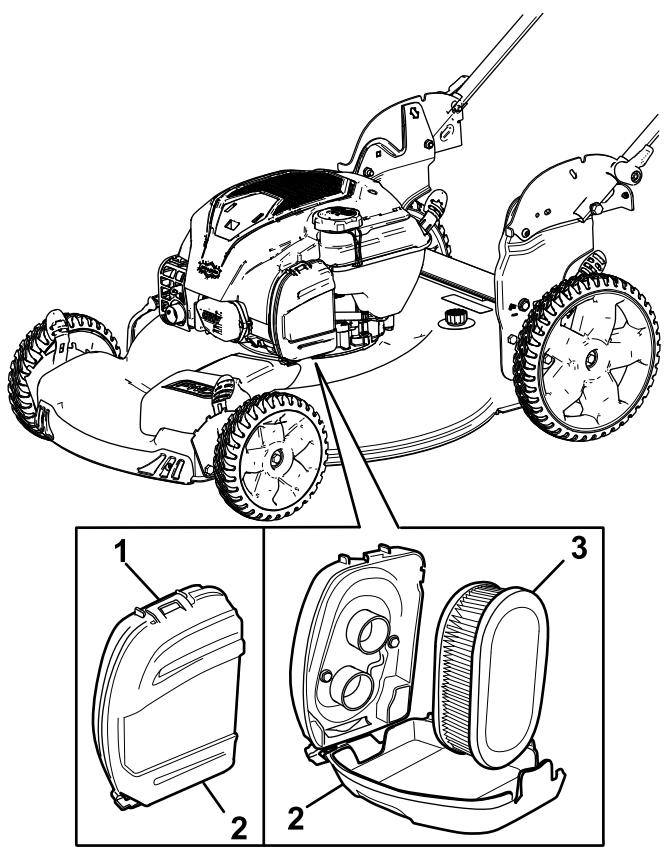

図 23
- エアフィルタカバー上部のクリップを外す図 23。
- エアフィルタを取り外す(図 23)。